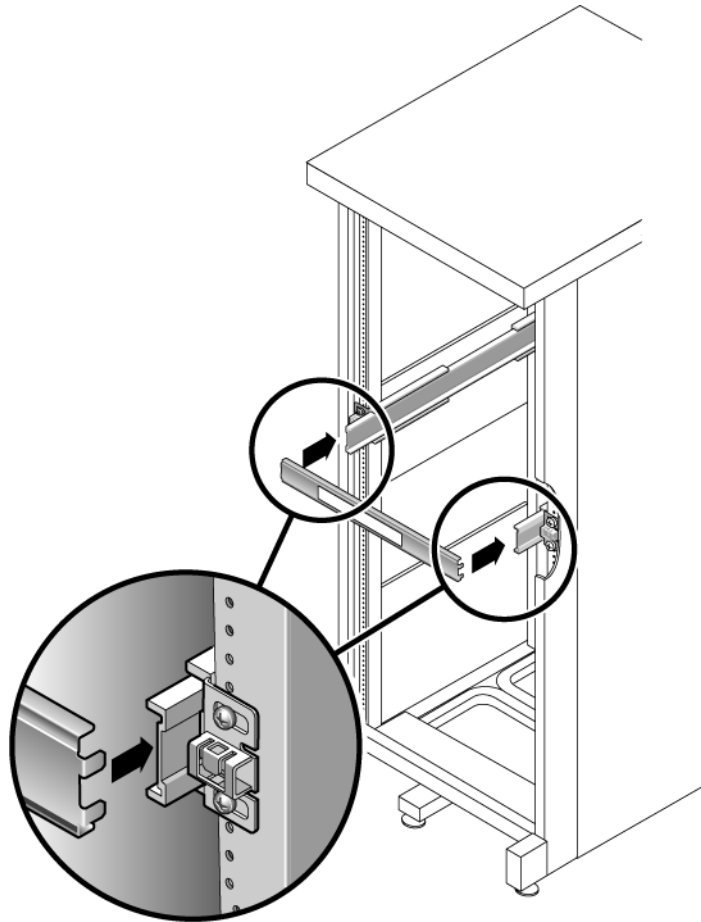

FIGURA 2-17 Ajuste de la distancia entre las guías deslizantes
- a. En el frontal del bastidor, introduzca el lado izquierdo del útil en las ranuras del extremo de la guía izquierda (FIGURA 2-17).